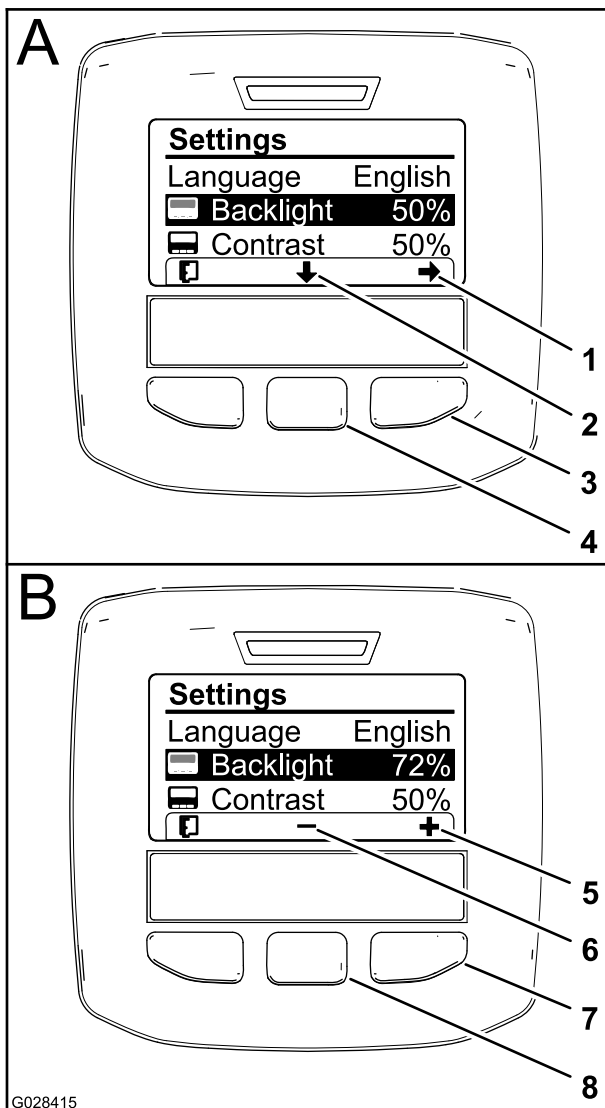

図 63
2. 表示に使用する言語を変更するには、中央ボタン画面上で下向きの矢印で示されているボタンを押し、画面を下にスクロールして Language という選択肢を出す 図 63。
3. 右ボタンを押すと数値の変更ができるようになる 図 63。
4. 中央ボタンと右ボタンとを使って表示画面の明るさを調整する 図 63。
5. 左ボタン終了アイコンの下にあるボタンを押すと、選択中の項目が記憶され、設定メニューを終了し、メインメニューへ戻る 図 63。
押し、画面を下にスクロールして Contrast という選択肢を出す 図 63。
7. 右ボタンを押すと数値の変更ができるようになる 図 63。
8. 左ボタン終了アイコンの下にあるボタンを押すと、選択中の項目が記憶され、設定メニューを終了し、メインメニューへ戻る 図 63。
9. 左ボタンを押すと、設定メニューを終了し、メインメニューへ戻る 図 61 と 図 63。
10. 左ボタンを押すとホーム画面に戻る 図 63。